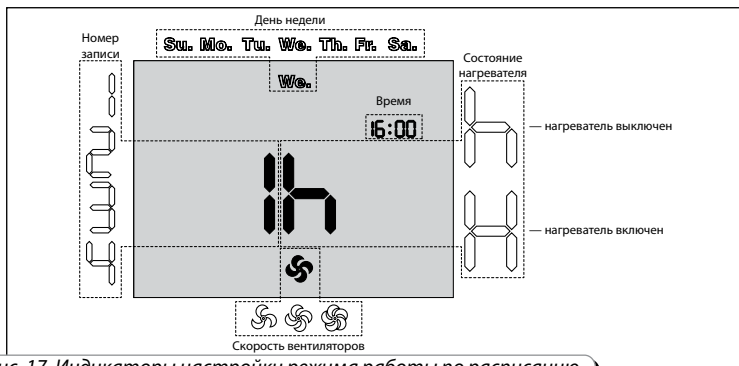

Рис. 17. Индикаторы настройки режима работы по расписанию
- Параметры настройки работы по расписанию (рис. 17):